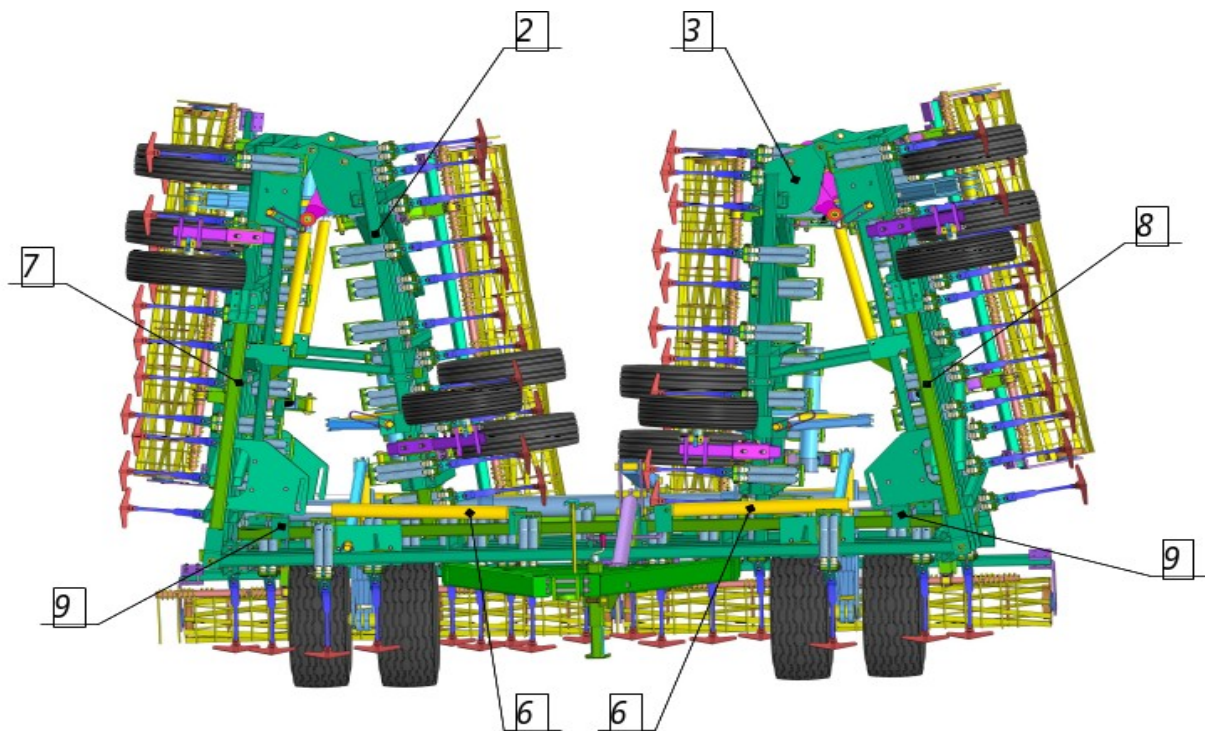

Рисунок 6 – КСОП-15 подъем центральных крыльев вместе с крайними.
- при помощи гидроцилиндров 6 (рисунок 6) произвести подъем центральных крыльев 7;8 вместе с крайними 2;3 до соприкосновения кронштейна с упором 9.